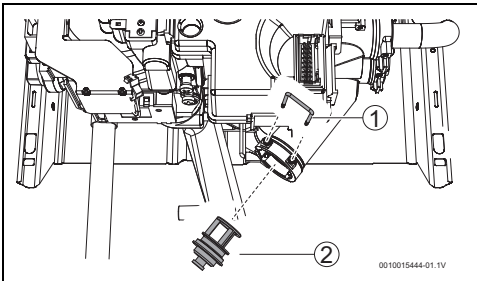

Fig. 10 Vaciado
- ▶ Vaciar aparato (→ fig. 10).